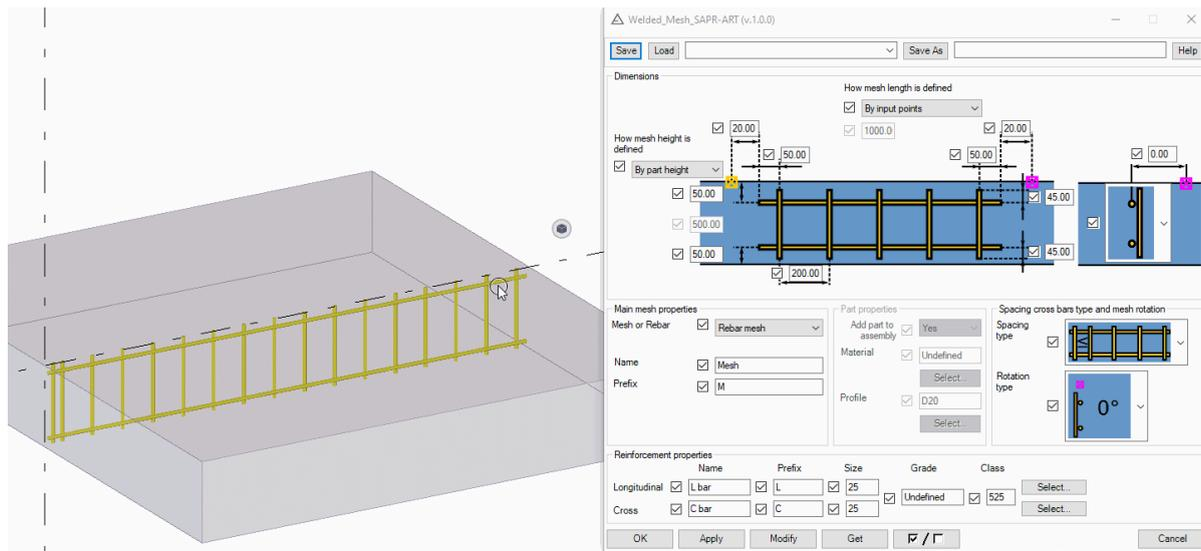

Рис. 5. Изменение длины каркаса
- Длина каркаса. Есть возможность задать длину двумя различными способами - введенными точками или ручным вводом (см. рис. 5)